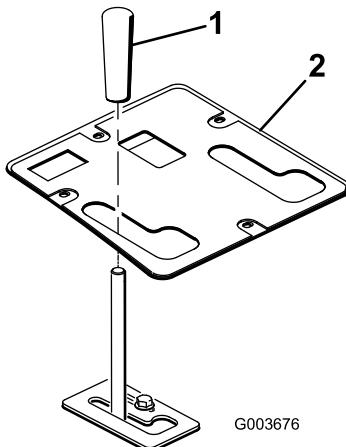

Figura 18
10. Fixe o painel de controlo no local com os dispositivos de fixação previamente removidos (Figura 18).
11. Instale o manípulo na alavanca de elevação (Figura 18).